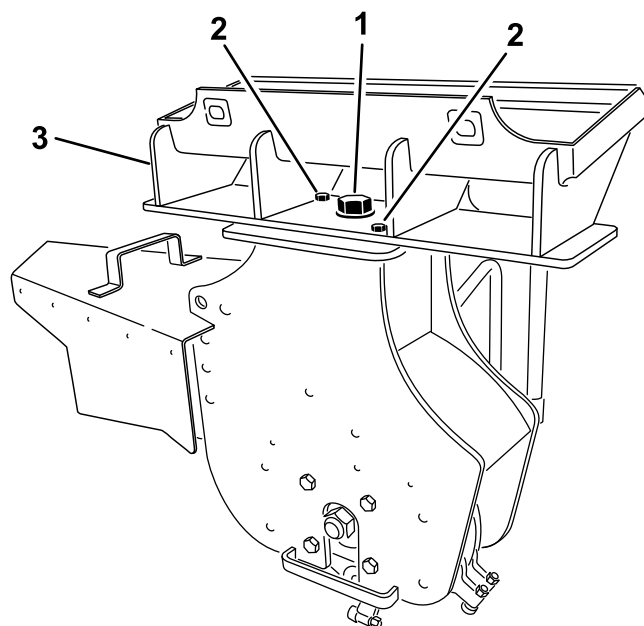

Bild 12
3. Entfernen Sie die große Schraube (1" x 2¼"), Scheibe, Mutter (1"), zwei kleinen Schrauben (½" x 1½") und zwei Muttern (½"), mit denen die Schnellbefestigung an der Stubbenfräse befestigt ist (Bild 12). Nehmen Sie das Teil ab.
4. Befestigen Sie die neue Schnellbefestigung mit den entfernten Befestigungen an der Stubbenfräse, wie in Bild 12 abgebildet.